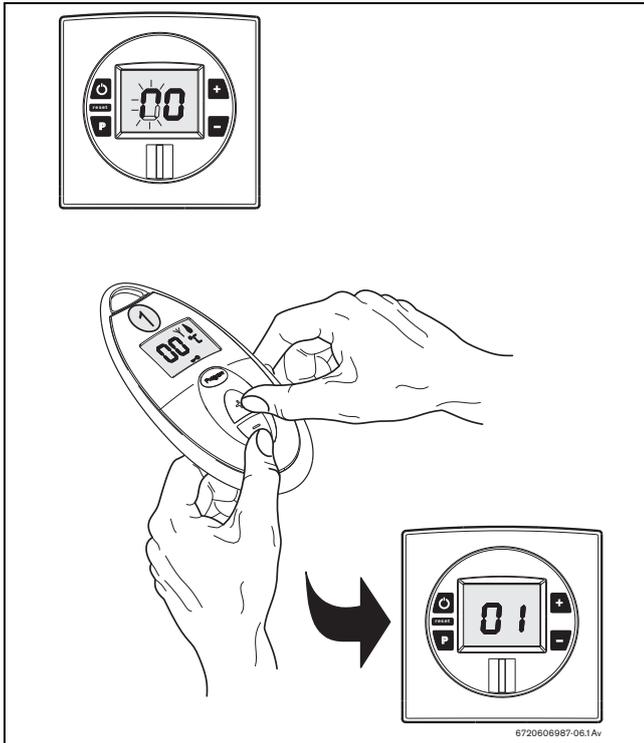

Fig. 21 Activación del mando a distancia
- ▶ Coloque el mando a distancia de frente al cuadro de mandos del aparato y pulse simultáneamente las teclas  y  del mando a distancia (Fig. 21).